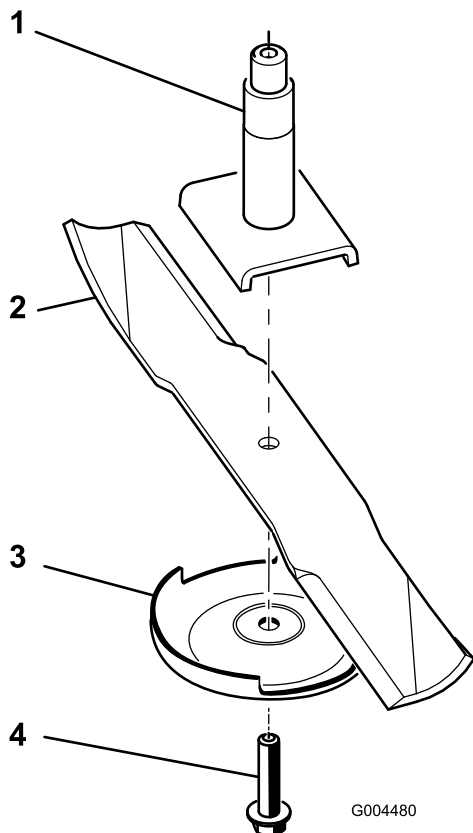

Рисунок 28
2. Снимите болт ножа, защитную пластину и нож с вала шпинделя (Рисунок 28).
Примечание: Если нож остается в горизонтальном положении, значит нож сбалансирован и его можно использовать. Если нож не сбалансирован, удалите некоторое количество металла только с конца области крыла (Рисунок 28).
1. Установите нож на шпиндель (Рисунок 28).
2. Установите защитную пластину и болт ножа (Рисунок 28).